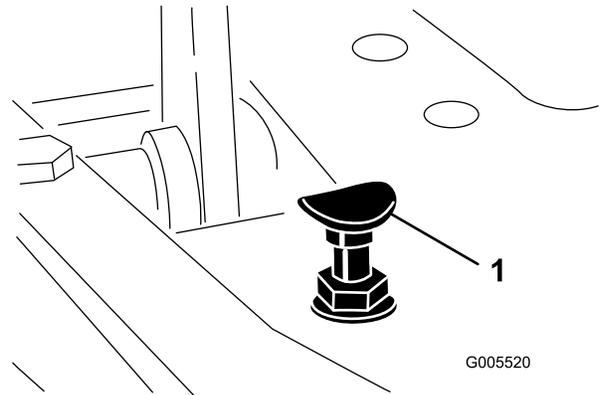

图42
要获得最大行驶速度请将功能控制杆放在行驶位置并踩下驱动踏板。如果在拉线感到张紧力之前踏板接触到限位器图 42 请执行以下调节程序
1. 将功能控制杆放在行驶位置松开将踏板限位器固定至底板上的锁紧螺母图 42。